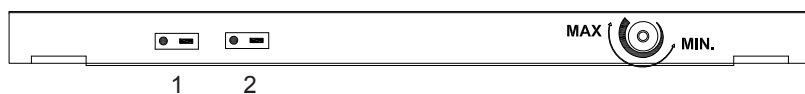

Fig. 4
Vedi fig. 4
5. Portare a sinistra il cardine inferiore. Vedi fig. 4.